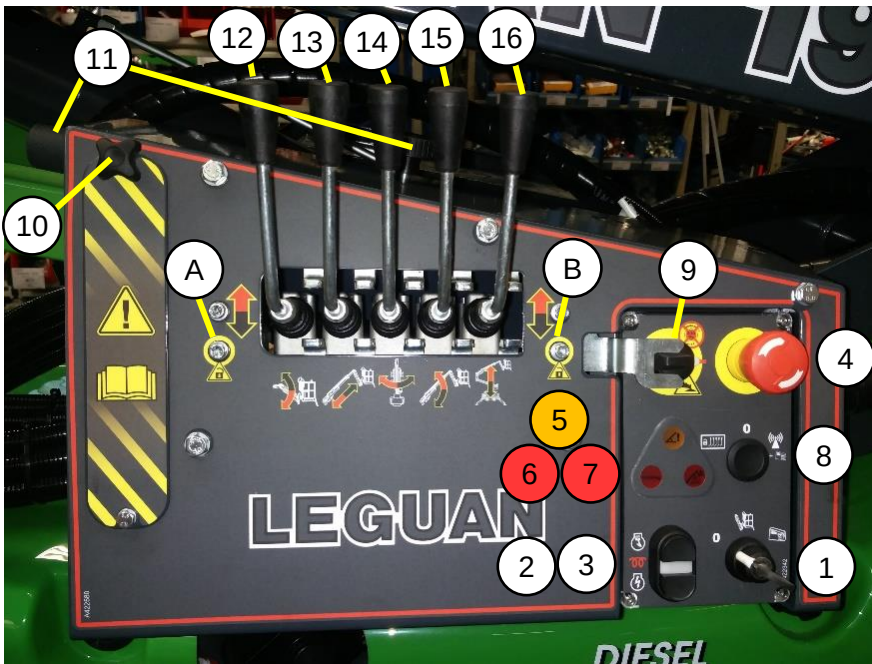

Figure 6 : Panneau de commandes inférieures
- Pour utiliser un commutateur **d'arrêt d'urgence** ou **coupe-circuit**, appuyer simplement sur le cache rouge du commutateur (figure 5 (25) et figure 6 (4)).